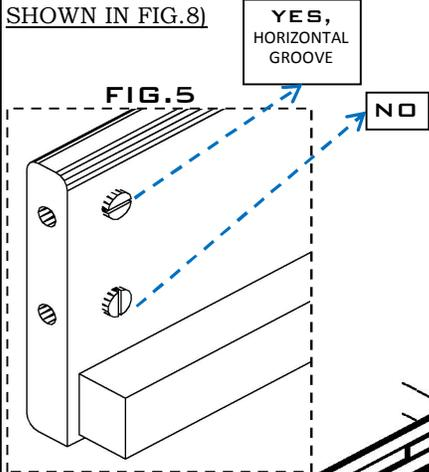

FIG. 5
1.- TO ASSEMBLE **TWIN OVER TWIN BUNK BED**, USING TWO 1 PC BUNK BED END TWINS (A), FOUR SIDE RAILS (B), AND TWO GUARD RAILS (C).
2.- INSERT 2 CROSS DOWEL NUTS (E) IN ACCESS HOLE INSIDE THE SIDE RAIL&GUARD RAIL, ALIGN CROSS DOWEL NUT, MAKE SURE THE GROOVE IS HORIZONTAL, **SEE FIG.5**